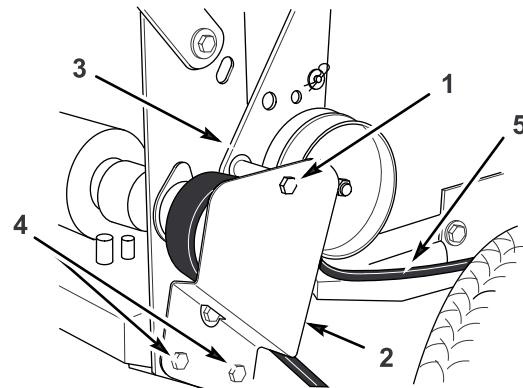

Figura 46
1. Retire el perno superior que fija los soportes de la polea tensora al bastidor trasero (Figura 46).
2. Afloje los dos tornillos de montaje inferiores lo suficiente para que la correa pueda pasar entre la polea de transmisión y el soporte de la polea tensora (Figura 46).
5. Coloque el perno superior que fija los soportes de la polea tensora al bastidor trasero (Figura 46).
6. Apriete los dos tornillos de montaje inferiores lo suficiente para que la correa pueda pasar entre la polea de transmisión y el soporte de la polea tensora (Figura 46).